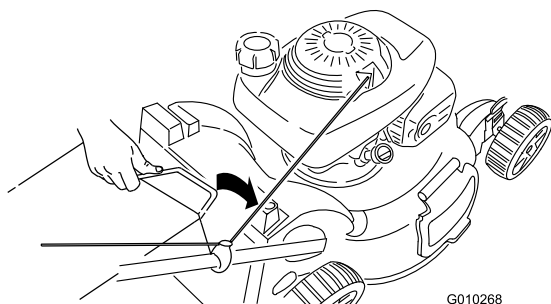

Рисунок 28
3. Вставьте ручку мешка для травы в канавки на верхней части газонокосилки (Рисунок 28).